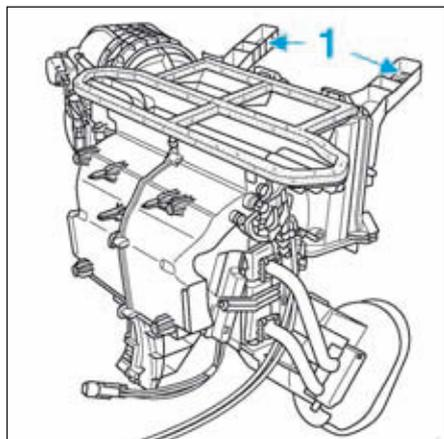

FIG.1
- Déposer les vis de fixation (1), puis le bloc de chauffage (Fig.1).